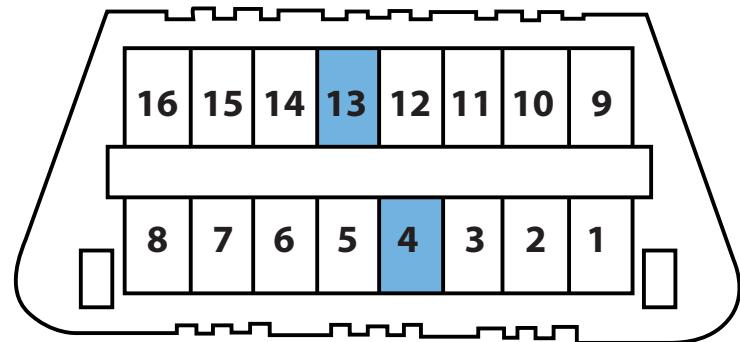

Abbildung. 2.
2. Verbinden Sie die Klemmen 4 und 13 des 16-poligen OBD-Diagnosesteckers wie aus Abb. 2 zu ersehen mit einer Kabelbrücke.
2. Schließen Sie die Kabelbrücke wieder an, wie vorher in Abb. 2 gezeigt.